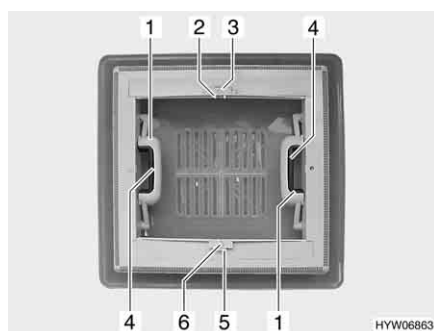

Fig. 43 Oblò a scatto
Apertura: ■ Premere la chiusura a scatto (Fig. 43,4) verso l'interno dell'oblò. Premere contemporaneamente verso l'alto l'oblò con la maniglia (Fig. 43,1).
Chiusura: ■ Tirare con forza verso il basso le due maniglie (Fig. 43,1) dell'oblò, fino a quando non scattano entrambe le chiusure.
- Premere l'arresto (Fig. 43,5) verso il lato esterno dell'oblò.
- Tirare l'oscurante a rullo per la maniglia (Fig. 43,6) fino alla maniglia contrapposta della zanzariera a rullo (Fig. 43,2) e farla innestare.
- Serrare la maniglia (Fig. 43,2). L'arresto si sblocca.
- Ricondurre lentamente l'oscurante a rullo accompagnandolo con la maniglia (Fig. 43,6).
- Premere l'arresto (Fig. 43,3) verso il lato esterno dell'oblò.
- Tirare la zanzariera a rullo per la maniglia (Fig. 43,2) fino alla maniglia contrapposta dell'oscurante a rullo (Fig. 43,6) e farla innestare.
- Ricondurre lentamente la zanzariera a rullo accompagnandola con la maniglia (Fig. 43,2).